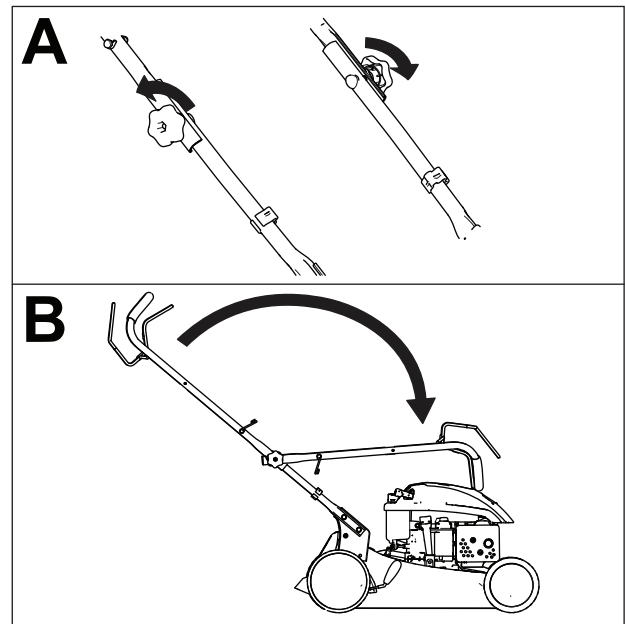

**Bild 16**
5. Befestigen Sie einen Gartenschlauch, der an einen Wasserhahn angeschlossen ist, am Wasseranschluss (Bild 16).